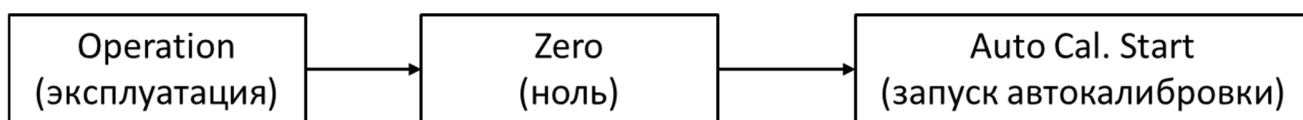

Рисунок 5 – Калибровка ноля с помощью ПО ConfigTool
- Запустите процедуру калибровки ноля с помощью программного обеспечения ConfigTool (далее – ПО ConfigTool) (см. рисунок 5) или через соответствующий регистр Modbus.